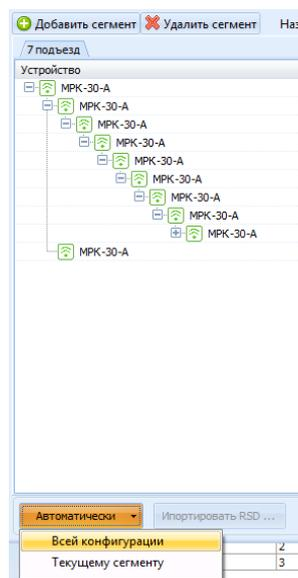

Рисунок 4.41
7) Чтобы автоматически раздать параметры всем радиоканальным устройствам в конфигурации необходимо в окне «Свойства радиоканальных устройств» нажать кнопку Автоматически → Всей конфигурации (Рисунок 4.41).